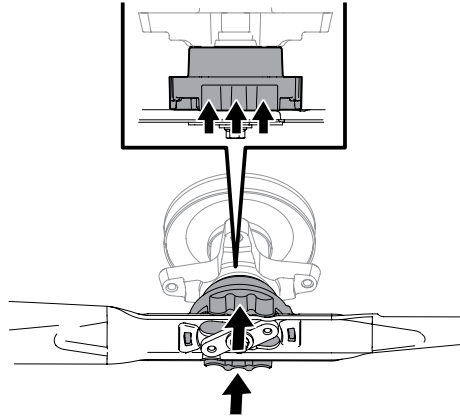

Figura 4-6
- Empuje hacia arriba el collar de la cuchilla y sosténgalo. Ver Figura 4-6.